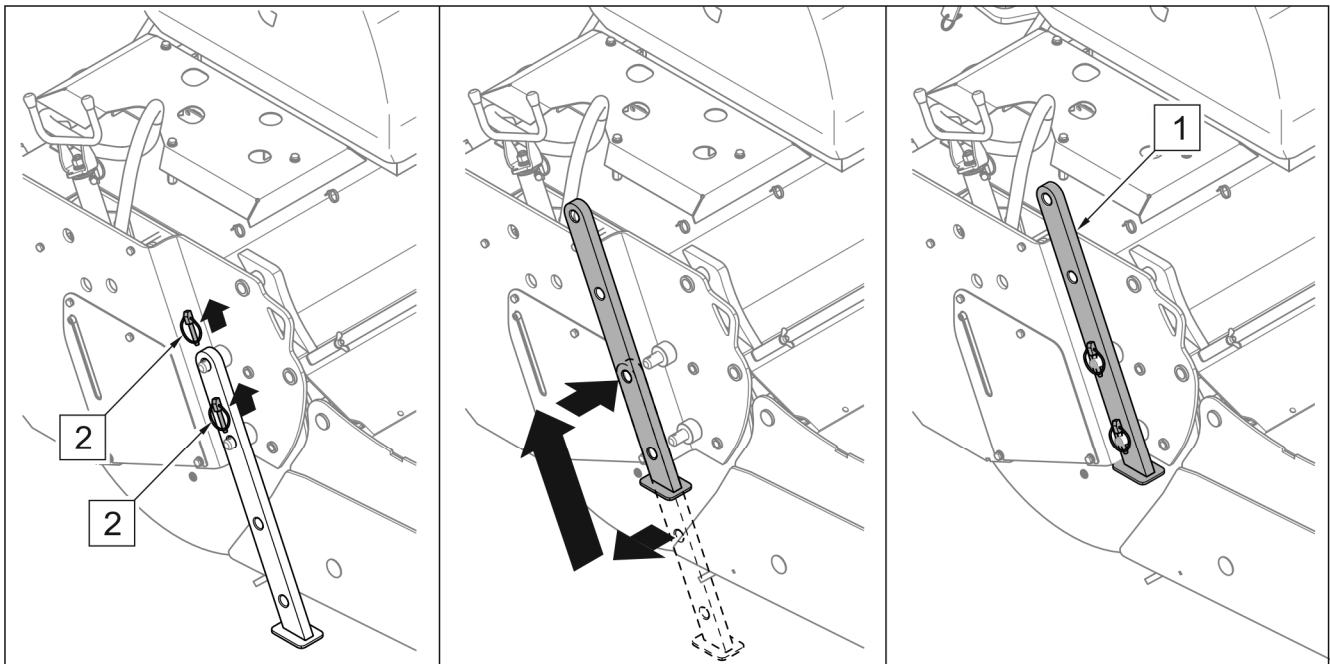

ABBILDUNG 4.5 Anheben der Stützfüße
- Die Kehrmaschine mit der Dreipunktaufhängung des Schleppers anheben, die Stützfüße anheben und in der oberen Position verriegeln (ABBILDUNG 4.5).
(1) - Stützfüße; (2) - Sicherungssplint
Die Kehrmaschine verfügt über zwei Stützfüße (ABBILDUNG 4.5). Nach dem Anschließen an das Trägerfahrzeug und dem Anheben der Maschine müssen die Stützfüße angehoben werden. Dazu die Sicherungssplinte (2), die Stützfüße (1) in die obere Position bringen und mit den Splinten sichern.